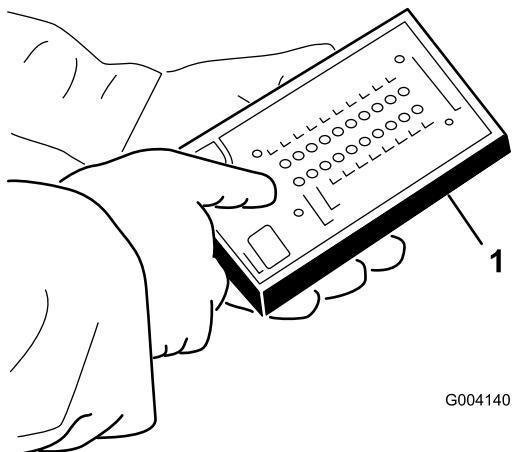

Figura 21
- Conecte el conector de la pantalla diagnóstica ACE al conector diagnóstico (Figura 21).